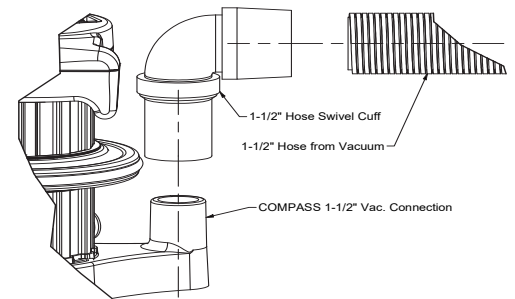

Figura 4
1. Instale el manguito giratorio de la manguera de 1-1/2" suministrado (Figura 4) enroscando el manguito en sentido contrario a las agujas del reloj en la manguera.
2. Empuje el manguito giratorio en la base con un movimiento de giro (Figura 4).